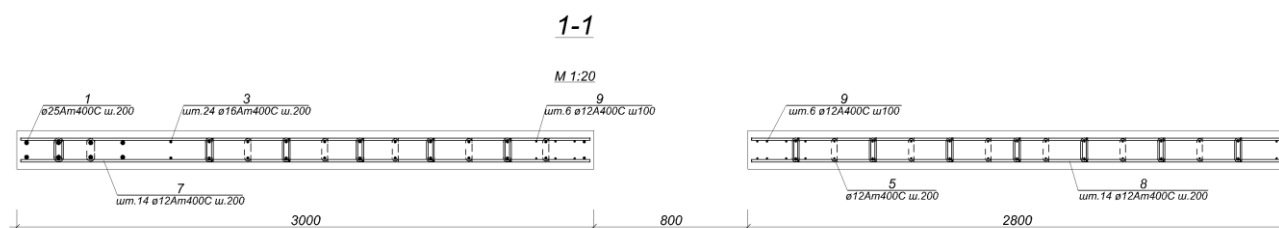

Рис.8.24. Разрез диафрагмы ДЖ_2 с маркировкой
- Таким же способом создайте марки для всех остальных зон армирования (рис.8.24).